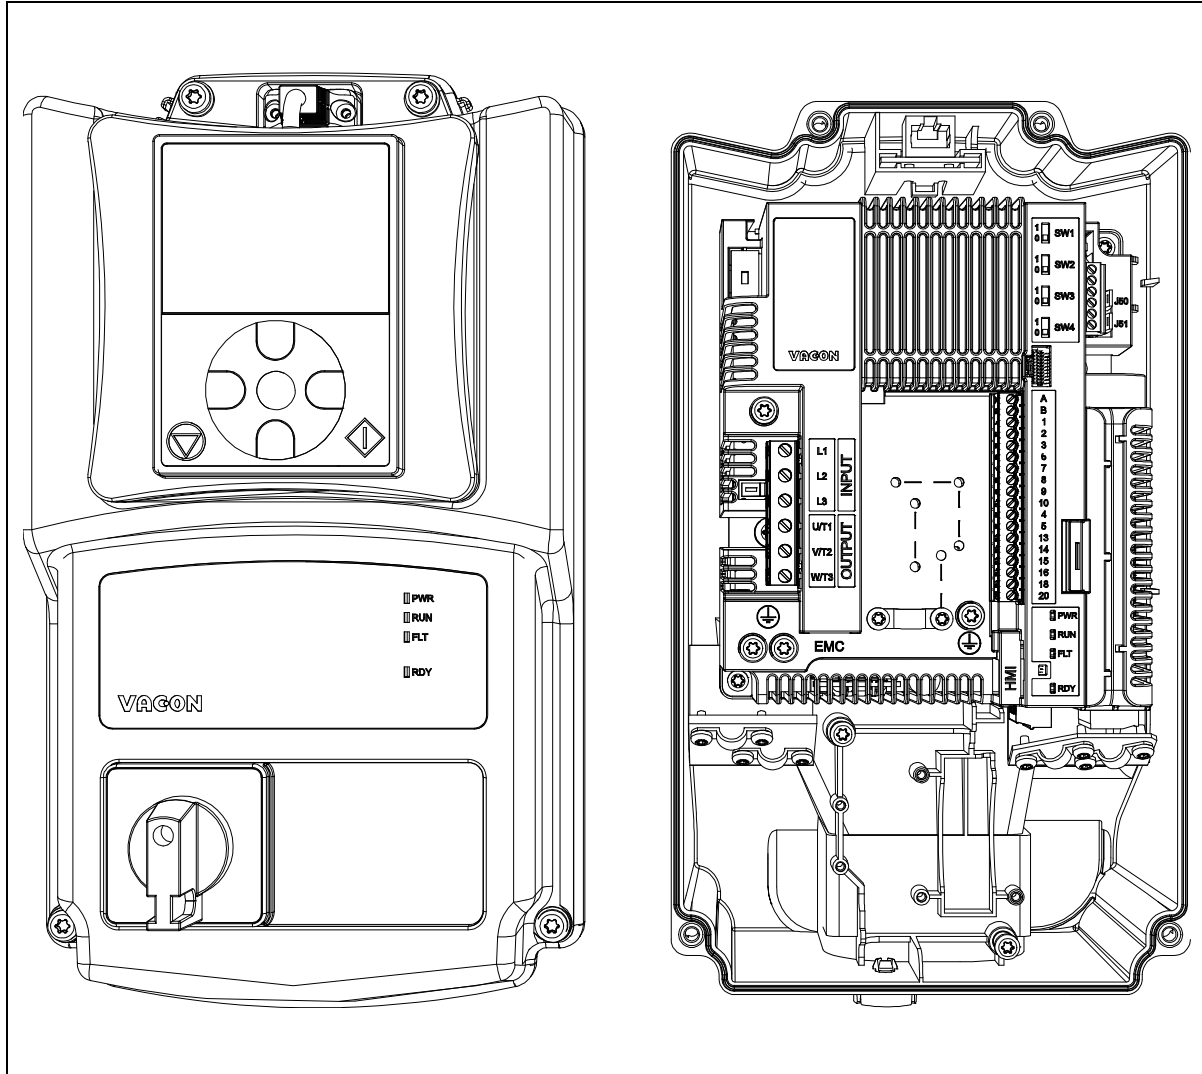

Figura 22. Esempio MU2: apertura della cover plastica.
- Rimuovere la copertura in plastica come mostrato in Figura 22.